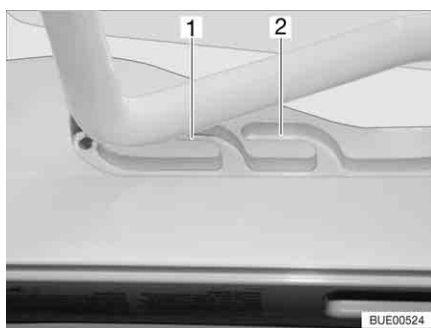
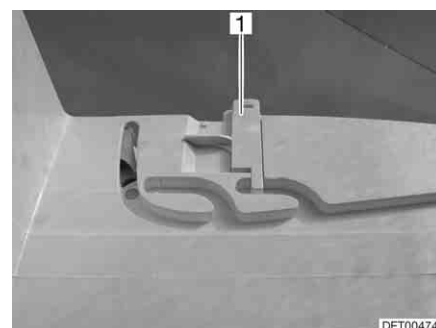

Fig. 62 Oblò Heki in posizione di ricircolo d'aria
Fig. 63 Bloccaggio della posizione di ricircolo d'aria
È possibile portare l'oblò Heki in due posizioni di ricircolo d'aria: Posizione brutto tempo (Fig. 62,1) e posizione centrale (Fig. 62,2). A seconda del modello è possibile bloccare l'oblò nella posizione centrale con il chiavistello (Fig. 63,1).
- Premere la staffa leggermente verso l'alto, spingerla nella guida selezionata (Fig. 62,1 o 2) ed eventualmente bloccarla.